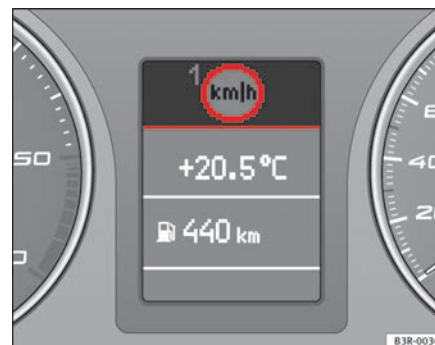

Fig. 55 Display: Controllo automatico della velocità
Il controllo automatico avverte il conducente quando viene superata una soglia di velocità precedentemente impostata. Quando la velocità del veicolo supera di 10 km/h quella programmata, viene emesso un segnale acustico. Contemporaneamente compare sul display un simbolo di avvertimento ⇒ fig. 55.
Sul display appare il simbolo  della soglia di avvertimento 1 ⇒ pag. 85, fig. 55 quando si supera la velocità massima impostata. Riducendo la velocità al di sotto della soglia il simbolo scompare.
- Premere il tasto CHECK finché non appare il simbolo ⇒ pag. 85, fig. 55.